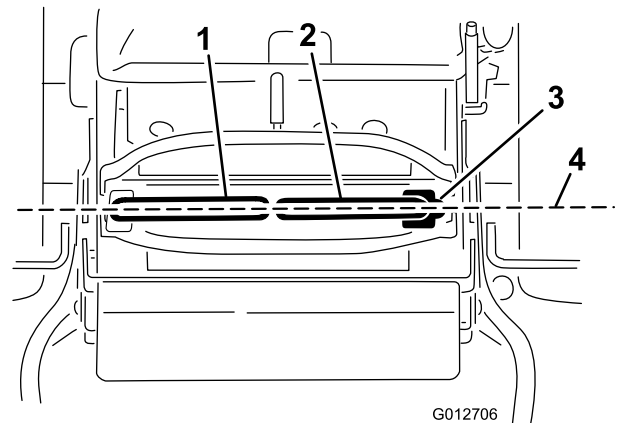

Figure 71
**Important:** Vérifiez que la correction directionnelle de la machine est correcte après avoir réglé les leviers de commande de déplacement. La procédure est identique pour régler la correction directionnelle et aligner les leviers de commande de déplacement longitudinalement (Figure 71).
1. Une fois le réglage horizontal terminé, contrôlez l'alignement avant/arrière en poussant légèrement les leviers de commande vers l'avant pour rattraper le mou de la timonerie des leviers de commande (Figure 71).